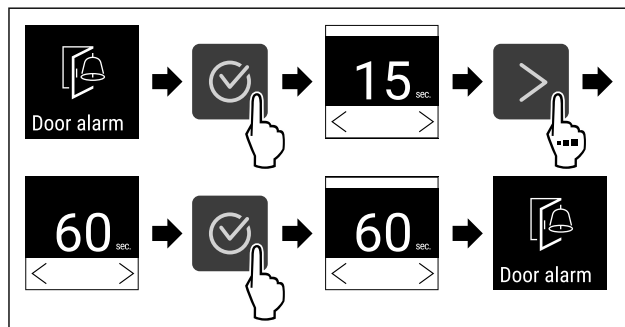

Fig. 87
- Végezze el a gyakorlati lépéseket (lásd Fig. 87).